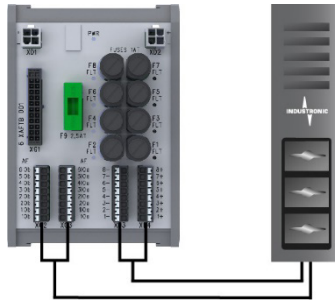

Abb. 6-7: XAFTB an Audiokomponente (z. B. analoge Sprechstelle)
2. Ankommende Kabel der Audiokomponenten am Anschlussblock XAFTB an den Klemmen XG2 und XG3 sowie XD3 und XD4 anklemmen (→ Abb. 6-7 und Kapitel 6.4.2, Seite 16).